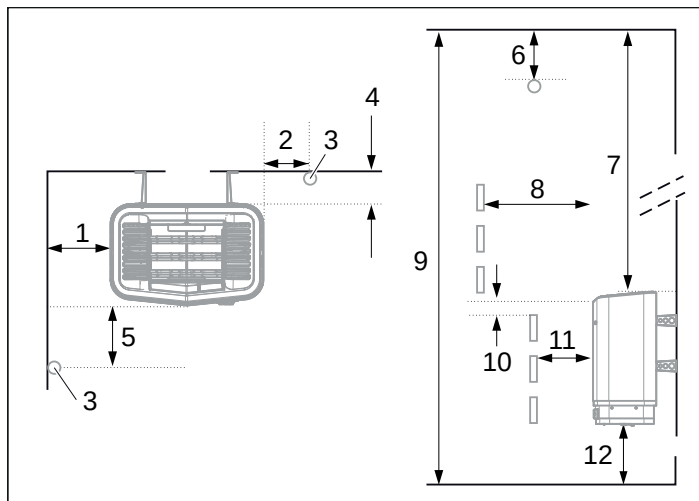

Fig. 3 : Emplacement du poêle - montage normal
- Planifier l'emplacement de la sonde (voir Fig. 3, page 19).
- Placez le poêle à une distance appropriée du sol, des cloisons latérales et des aménagements (voir Fig. 3).
Placez la sonde comme illustré (voir Fig. 3).